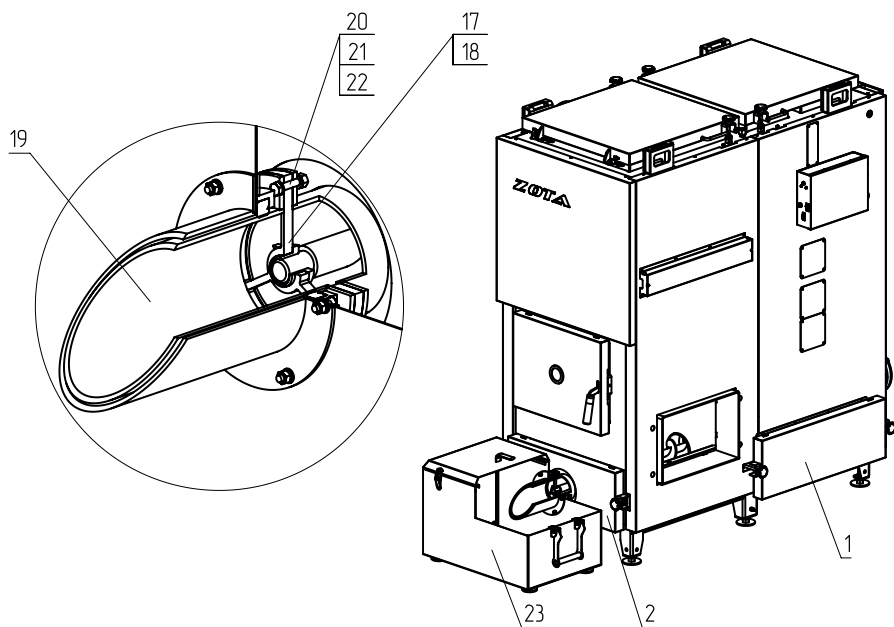

Рис.9 Монтаж механизма золоудаления
2. 9. Установить на зольную дверцу (поз. 2) фланец с запрессованной втулкой (поз. 17, поз. 18), патрубок (поз. 19) и зафиксировать болтами с гайками и шайбами (поз. 20, поз. 21, поз. 22) Рис.9.